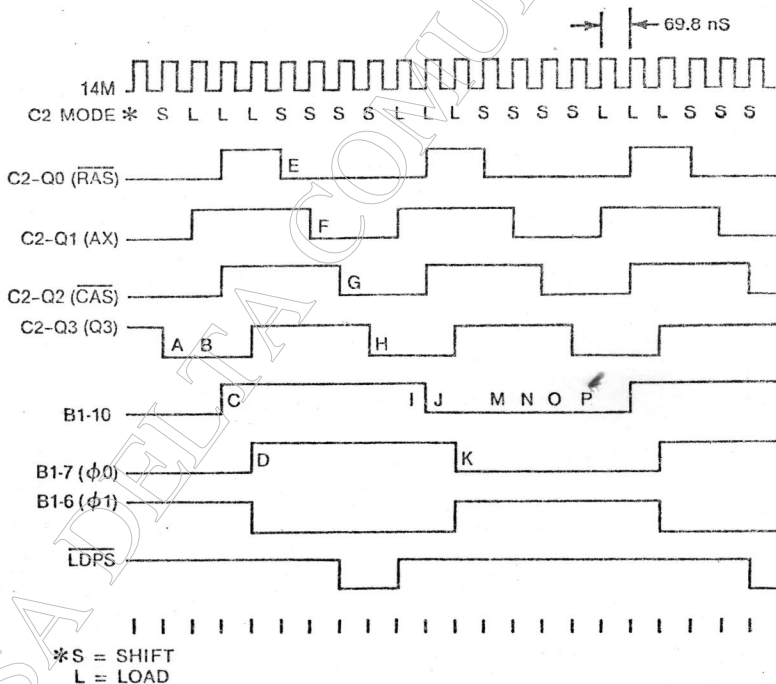
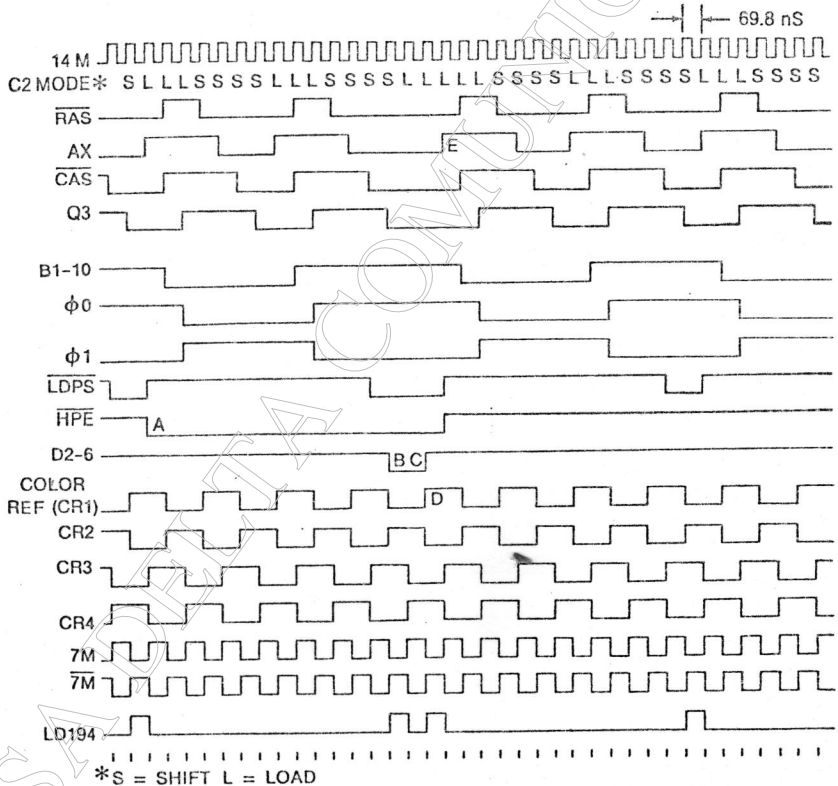

Fig. 3-3 Timing Simplificado
Fig. 3-5 Timing do sistema com extended cycles
Mais clock's - Observando agora a FIG. 3.3, faremos a próxima análise a partir do ponto em que um "low" foi deslocado em Q3 (ponto A). O "shift register" C2 e do tipo assíncrono, logo, após o próximo pulso de clock, sua saída tomara o estado "on" dos valores da entrada paralela, que existiam antes do pulso. O sinal Q0 (RAS) permanecerá "low" até que P0 (AX) seja "low". O sinal Q1 (AX) irá a "high" desde que P1 e assumido "high". O sinal Q2 (CAS) permanecerá "low" enquanto P2 (AX) for "low"; e finalmente, Q3 permanecerá "low" enquanto P3 (RAS) for "low".
FIG. 3.5 é similar a FIG. 3.3, adicionada de alguns novos sinais. O bit HPE irá para "low" em um "rising edge" de LDPS.
Existem 4 possibilidades mostradas em CR1, CR2, CR3, e CR4. A fase correta de color ref. será assumida ser CR1. Admitamos também que nosso APPLEKIT ao ligar, esteja com color ref. como mostrado em CR1. (FIG. 3.5).
O "timing" continua deste ponto de maneira descrita pela FIG. 3.3. A razão do "low" em HPE é esticar o RAS, AX, CAS, O3, O0, O1 e LDPS de 2 ciclos de 14M. O ciclo normal é 14/14, 30244 MHz = 979 ns. O "extended cycle" é 16 / 14, 30244 MHz = 1118 ns. Em outra palavras, a maioria dos ciclos do 6502 são de 979 ns, mas a cada 65 ciclos eles tem uma duração de 1118 ns, então a velocidade média do 6502 é: